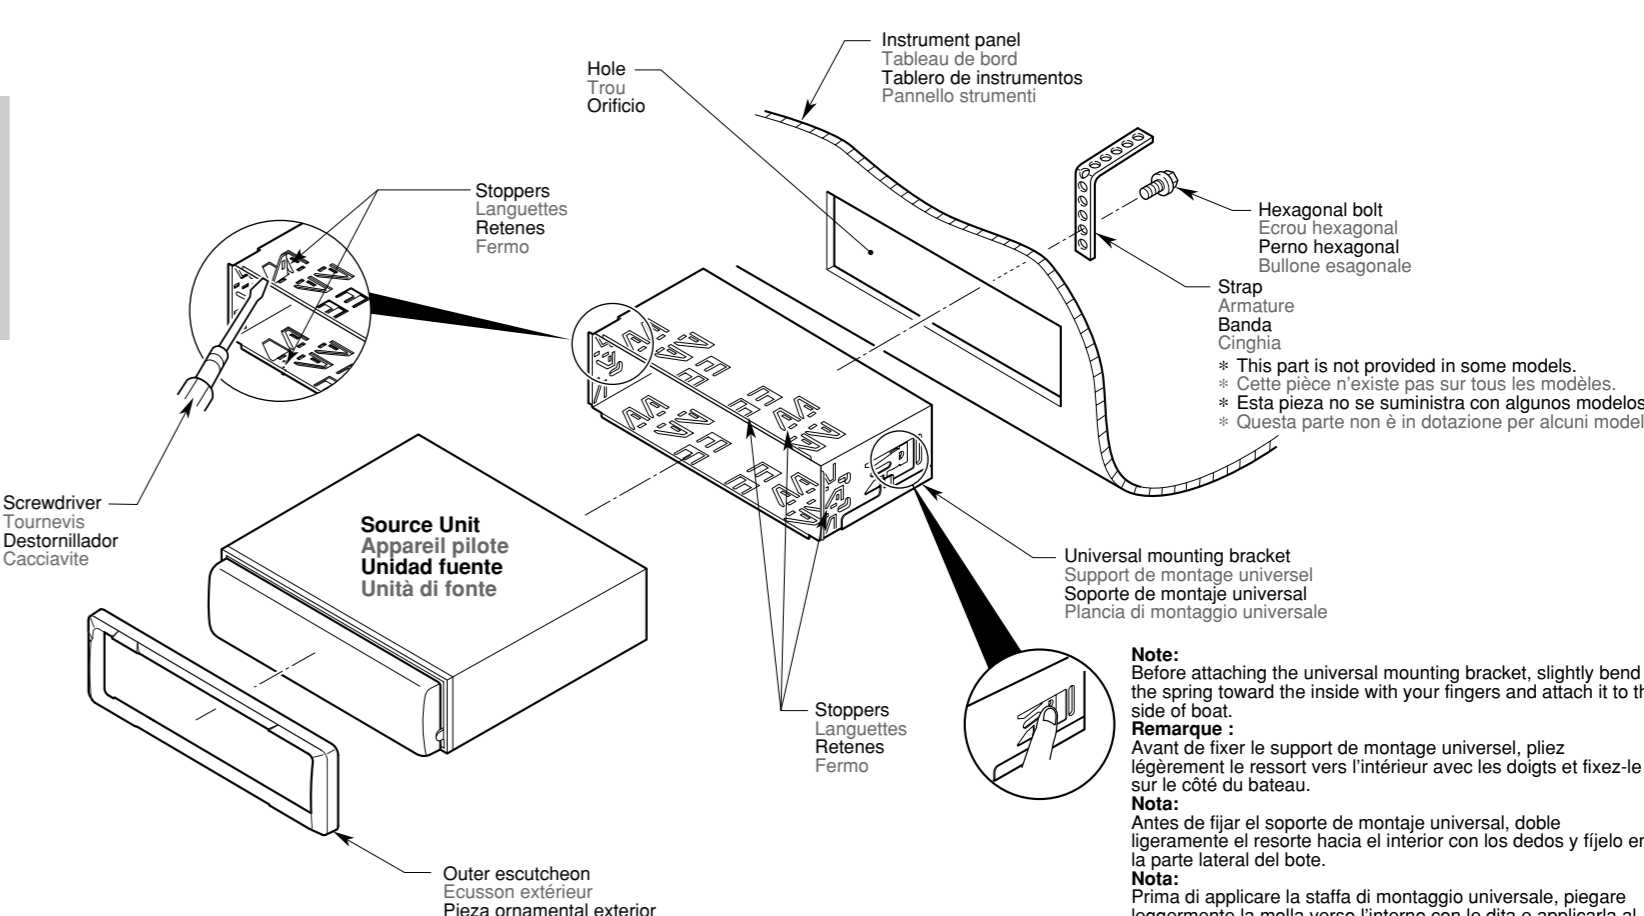

Figure 4 / Figure 4 / Figura 4 / Figura 4
1. Place the universal mounting bracket into the instrument panel, use a screwdriver to bend each stopper of the universal mounting bracket inward, then secure the stopper as shown in Figure 4.
1. Placer le support de montage universel dans le tableau de bord, utiliser un tournevis pour replier vers l'extérieur chaque languette du support de montage universel, puis fixer les languettes comme montré sur la Figure 4.